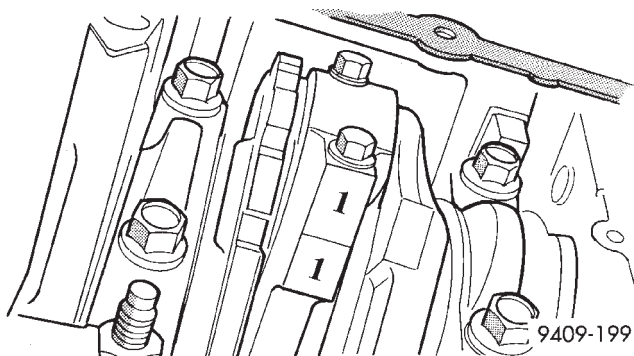

Abb. 102 Zuordnung von Pleueln und Zylindern kennzeichnen—Typisch
- (4) Einbaulage der Pleuel und Pleuellagerdeckel mit abriebfest schreibendem Filzstift oder Reißnadel kennzeichnen (Abb. 102).